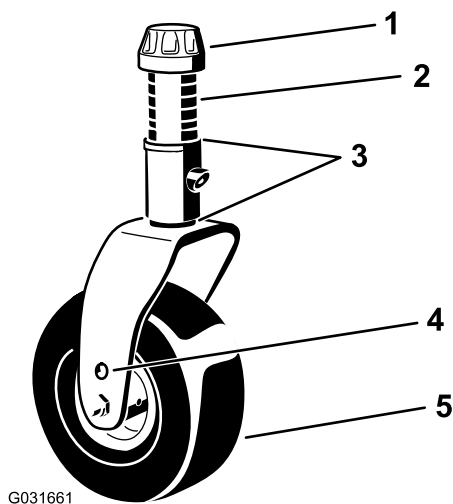

Рисунок 34
ослабьте колпачковую гайку и снимите ее с вала поворотного колеса, затем извлеките вал из рычага поворотного колеса (Рисунок 34).
7. Установите на вал регулировочные прокладки (как они были установлены первоначально) и остальные проставки (Рисунок 34).
8. Установите колпачковую гайку и затяните ее прилагаемым ключом для колпачковых гаек поворотных колес, чтобы закрепить этот узел (Рисунок 34).